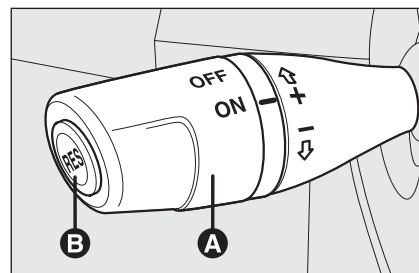

рис. 47
Поверните рукоятку **А-рис. 47** в положение **ON**.
- ☐ Повернуть рукоятку **А-рис. 47** в положение **ON** и нажать педаль газа для обеспечения необходимой скорости;
- ☐ Нажмите кнопку **RES В-рис. 47**.
- ☐ Нажмите педаль газа; в этом случае система не отключится на самом деле, но запрос на увеличение скорости станет приоритетным для системы. При этом включается круиз-контроль, и нет необходимости нажимать кнопку **RES В-рис. 47** для восстановления предыдущих условий после окончания ускорения.